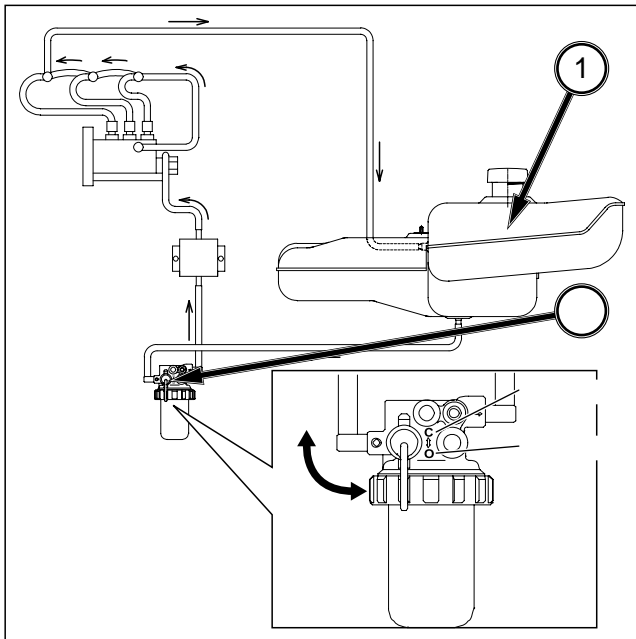

FIG. 5-29
FIG. 5-29 & 5-30 : Vérifiez que le réservoir de carburant est plein pour fournir l’écoulement par gravité du carburant dans le filtre. Tournez le robinet (2), sur le filtre à carburant sur la position AIR (poignée vers l’avant).